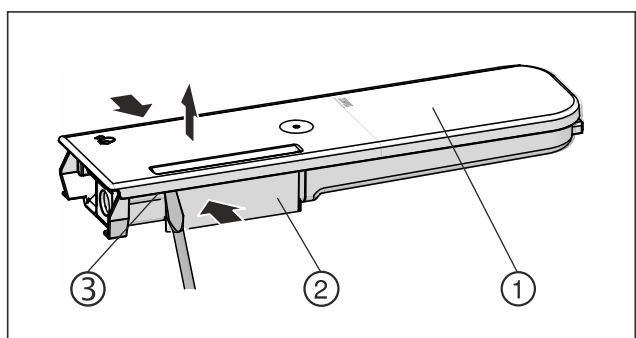

Fig. 146
- Stisnite spremnik za vodu Fig. 146 (2), pažljivo podignite poklopac Fig. 146 (1) preko zasuna Fig. 146 (3) i ga povucite prema gore.
- Poklopac Fig. 146 (1) lagano pomičite amo-tamo i izvadite ga prema gore.